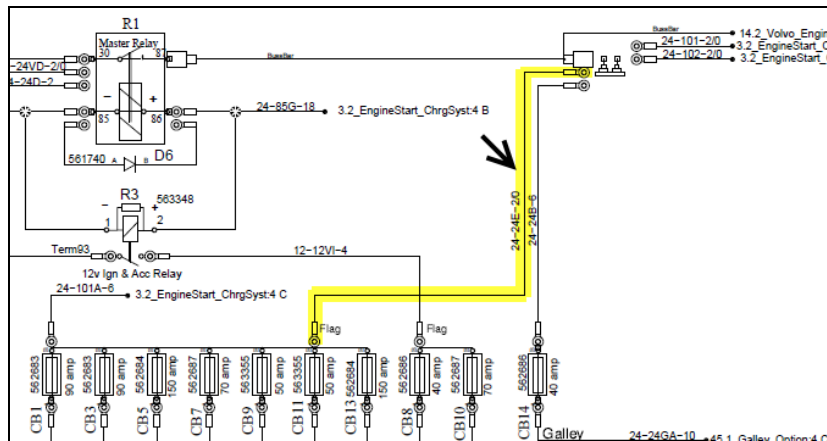
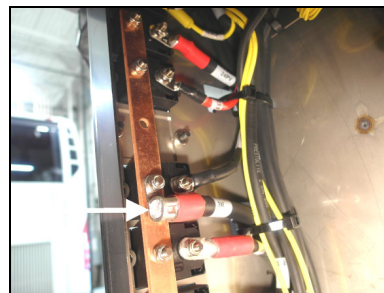

Figure 10
Figure 11: Câble de puissance sur barre omnibus de disjoncteurs principaux
- entre le **bloc de jonction Bussman** et la **barre omnibus des disjoncteurs principaux** (Figure 10 & Figure 11)